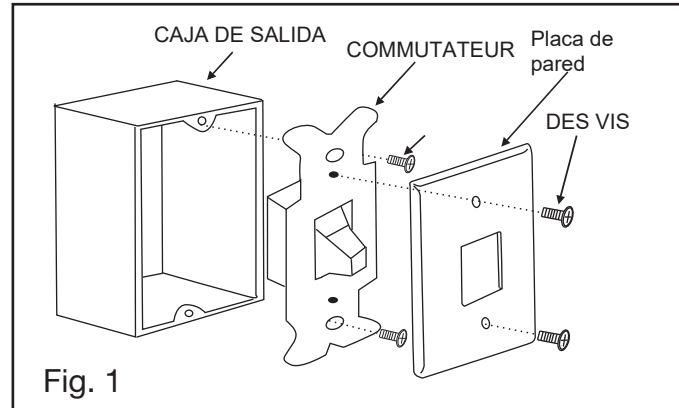

Fig. 1
- 1 Retirez la balle de la tige de suspension en desserrant la vis de réglage sur le côté de la balle. Faites glisser la balle vers le bas et retirez la goupille; retirez la balle. (Fig. 1)
- 1 Placer la lame sur le bras de lame et aligner la lame avec les trous de montage dans les bras de lame. Répétez cette procédure sans serrer la vis jusqu'à ce que les 3 vis et écrous aient été mis en place dans le bras de la lame (Fig. 1).
- 3 Fixez l'assemblage de la lame au moteur avec les vis fournies et verrouillez les rondelles de blocage en utilisant une clé pour bras de lame. (Fig. 1) Répétez la procédure pour les lames restantes. Assurez-vous que les vis sont **SERRÉES**! Des vis de moteur desserrées peuvent contribuer à un ronflement inutile pendant le fonctionnement. (Fig.2)